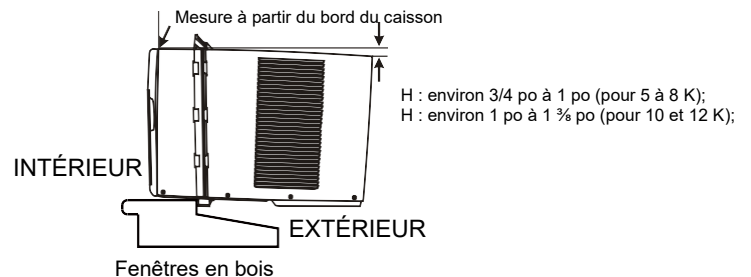
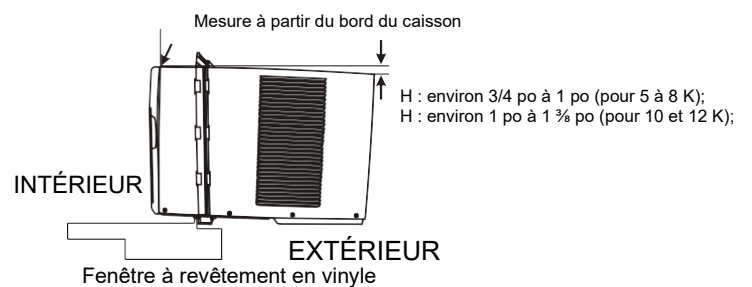

Fig. 5A
Fig. 5B
A. Maintenez fermement le climatiseur, placez avec précaution l'appareil dans l'ouverture de la fenêtre de sorte que le cadre inférieur du climatiseur se trouve contre l'appui de fenêtre (Fig. 5A et Fig. 5B). Fermez délicatement la fenêtre derrière le rail supérieur de l'appareil.
REMARQUE : Vérifiez que le climatiseur est incliné vers l'arrière d'environ H (Fig. 5A et Fig. 5B) (inclinaison arrière vers l'extérieur d'environ 3° à 4°). Si votre appareil est correctement installé, la condensation ne doit pas s'évacuer du trou d'évacuation du débit d'air lors d'une utilisation normale; corrigez l'inclinaison dans le cas contraire.